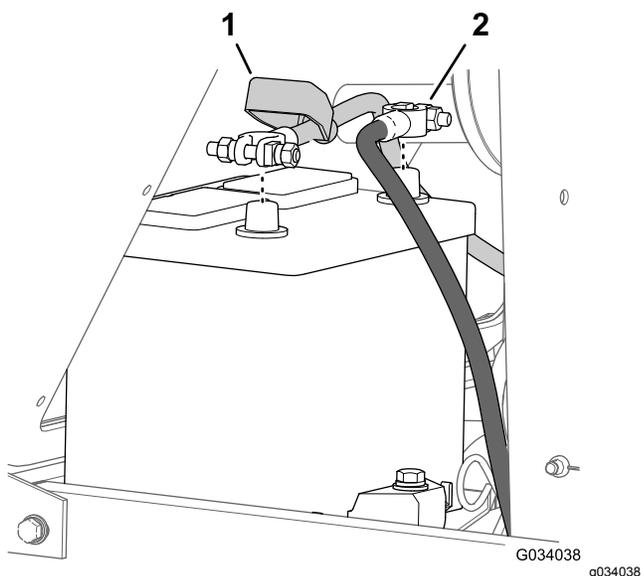

Figure 51
2. Débranchez le câble négatif (-) de la borne de la batterie (Figure 51).
3. Écartez le capuchon isolant du collier de câble de batterie (Figure 51).
4. Débranchez le câble positif (+) de la borne de la batterie (Figure 51).
7. Connectez le câble positif (+) à la borne positive de la batterie (Figure 51).
8. Connectez le câble négatif (-) à la borne négative de la batterie (Figure 51).